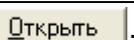

**Рисунок 2.6 – Команда «Загрузить микропрограмму пульта из файла»**
- 2.3 Для загрузки новой версии микропрограммы прибора «А-20» щелчком мыши введите команду из меню программы (см. рисунок 2.6):